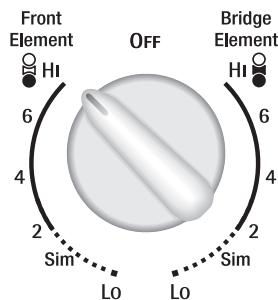

Figura 1
2. Presione y gire la perilla para ajustar el elemento a la temperatura deseada, en sentido opuesto a las manecillas del reloj para calentar cazuelas de dimensión regular (Figura 1 y 2) o en el mismo sentido que las manecillas del reloj (Figura 3 y 4) para cazuelas de grandes dimensiones o rectangulares.
Nota: Vea pagina 9, Figura 1 para consultar la tabla con los ajustes recomendados.